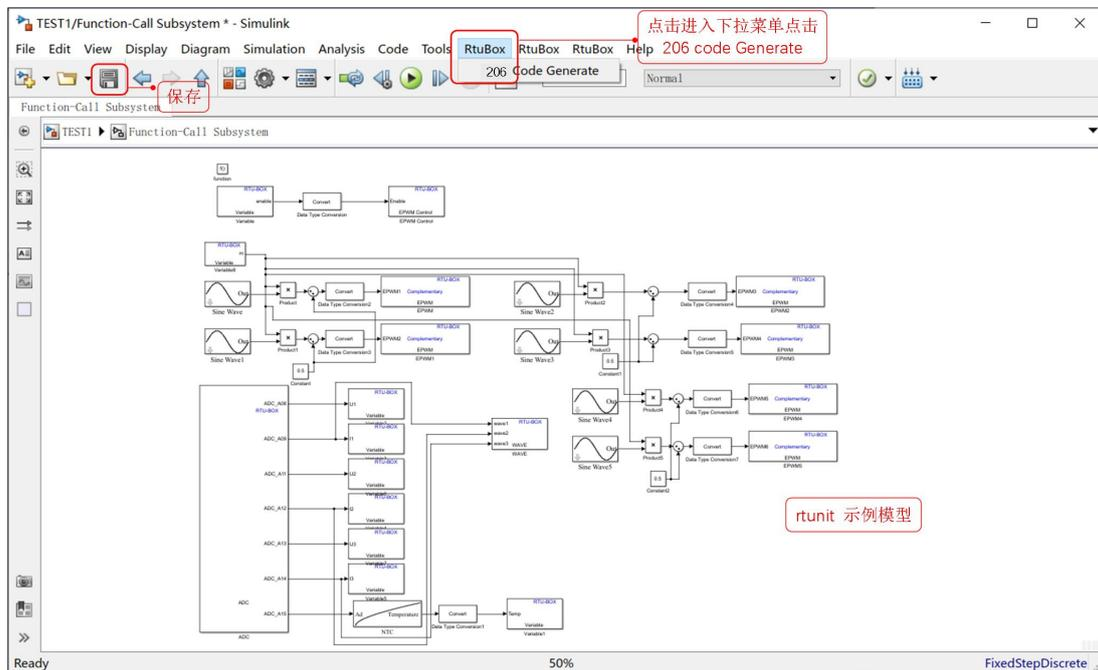

图 4.5 创建 Logic 模型 3
3、在此界面构建模型，如图 4.5 所示。请您参照第 5 章的 **Rtunit Toolbox** 相关介绍搭建模型。模型搭建完成之后先进行保存，然后双击如图 4.4 所示的红色按钮生成代码，或者单击 RtuBox 按钮下的 Code Generate 生成代码，Logic 模型进入代码生成阶段：